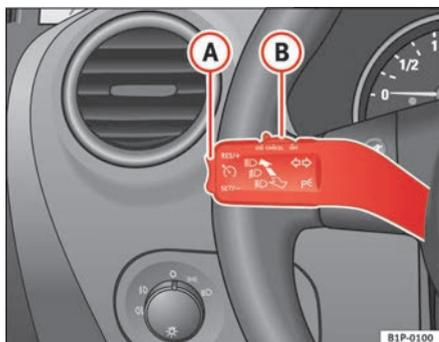

Fig. 127 Palanca de intermitentes y de luz de carretera: mando y tecla basculante para el regulador de velocidad
- Cuando se haya alcanzado la velocidad que se quiere programar, pulse brevemente la parte inferior de la tecla basculante **SET/SET** ⇒ fig. 127 **(A)** una vez.